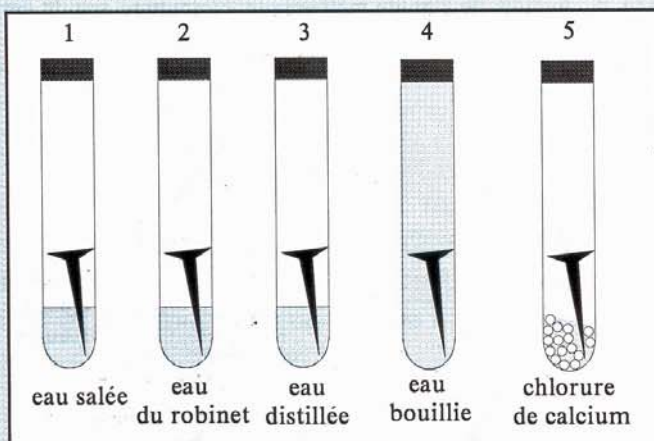

Fig. 1. Début de l'expérience
b) Début des expériences (fig. 1)